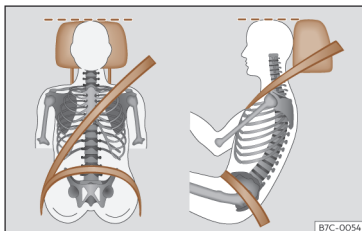

Abb. 15 Richtiger Gurtbandverlauf und richtige Kopfstützeinstellung.
- Kopfstütze so einstellen, dass die Oberkante der Kopfstütze sich so weit wie möglich auf Höhe des Oberkopfes und so nahe wie möglich in Augenhöhe befindet¹⁾ >>> S. 123. Den Hinterkopf so nah wie möglich an der Kopfstütze positionieren >>> (Abb. 15).
der Abstand zur Instrumententafel im Kniebereich mindestens 10 cm (4 Zoll) beträgt >>> (Abb. 15).